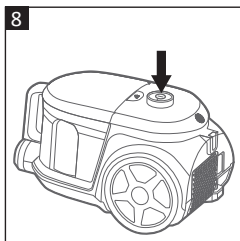

Fig. 8
- Pulse el botón de encendido (13) para encender la aspiradora (Fig. 8).
1. Pulse el botón de encendido (13) para apagar el aspirador (Fig. 8).